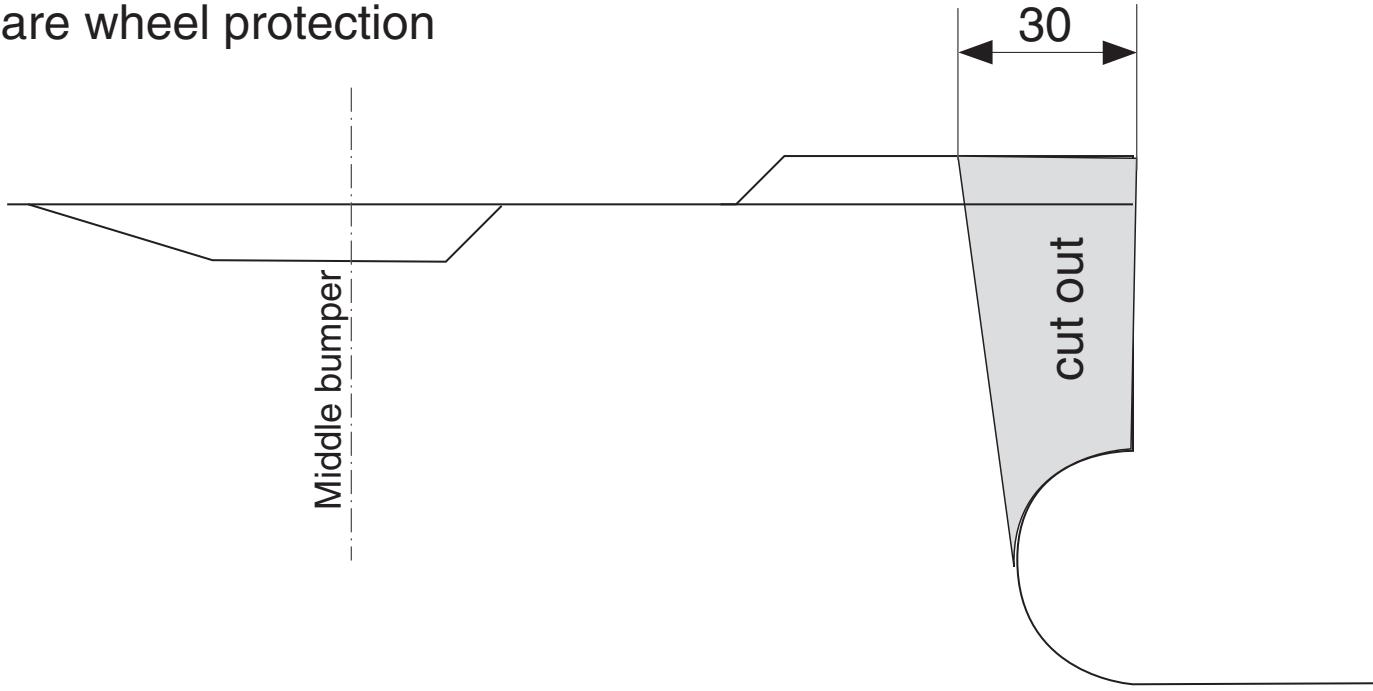

Fig.2
- Выпилить часть из пластмассового защитного колпака в середине снизу, как указано на рис. 2.
- Для автомобилей T5; 2011-2015: Выпилить часть из пластмассового защитного колпака в середине снизу, как указано на рис. 2.